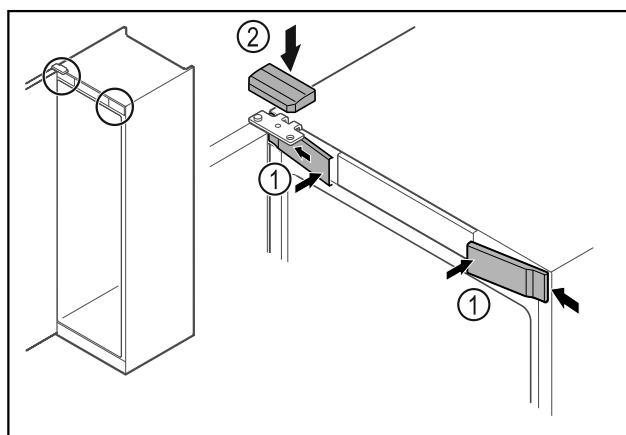

Fig. 47 *
- Įkabinkite priekines dengiamąsias plokšteles Fig. 47 (1) šone ir užfiksuokite.*
- Užfiksuokite viršutinę dengiamąją plokštelę Fig. 47 (2) iš viršaus.*